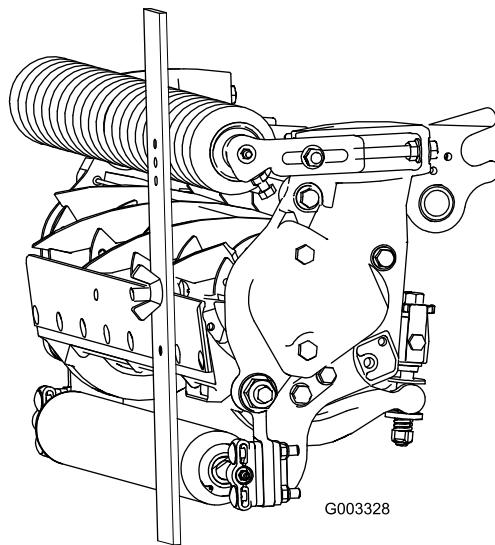

Figura 24
4. Enganche la cabeza del tornillo sobre el filo de la contracuchilla y apoye el extremo trasero de la barra sobre el rodillo trasero (Figura 24).
5. Gire el tornillo de ajuste hasta que el rodillo delantero entre en contacto con la barra de ajuste (Figura 24). Ajuste ambos extremos del rodillo hasta que el rodillo esté paralelo a la contracuchilla en toda su longitud.